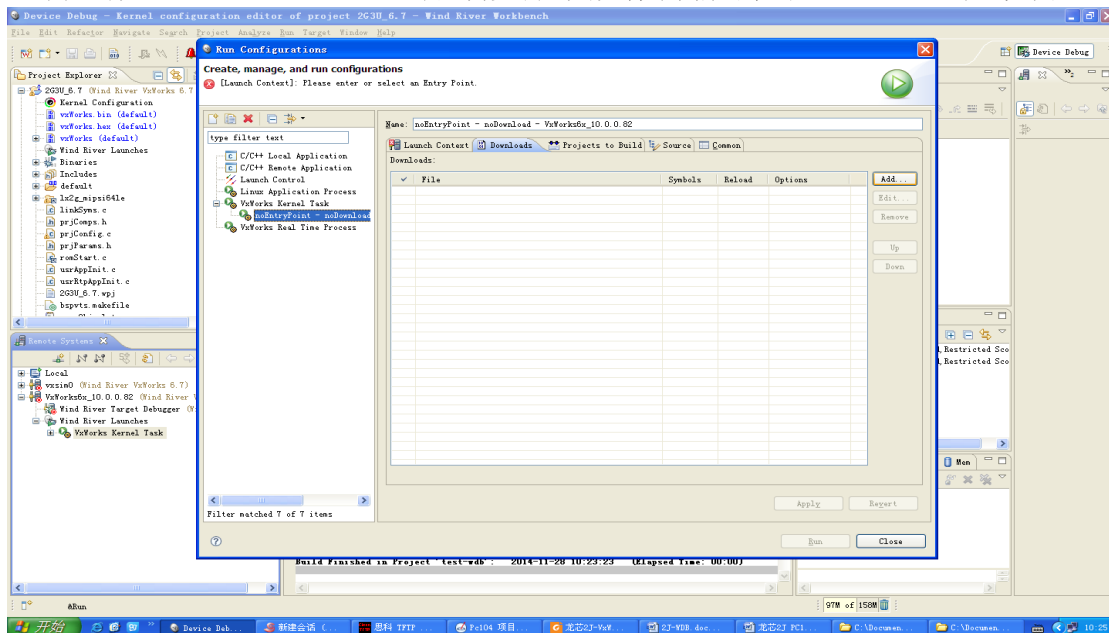

图 B.6 WDB 下载配置图 (2)
- (2) 选择“Download”，“Add”添加需要调试的文件(即编出来的 test-wdb.out)，如图 B.6 所示。